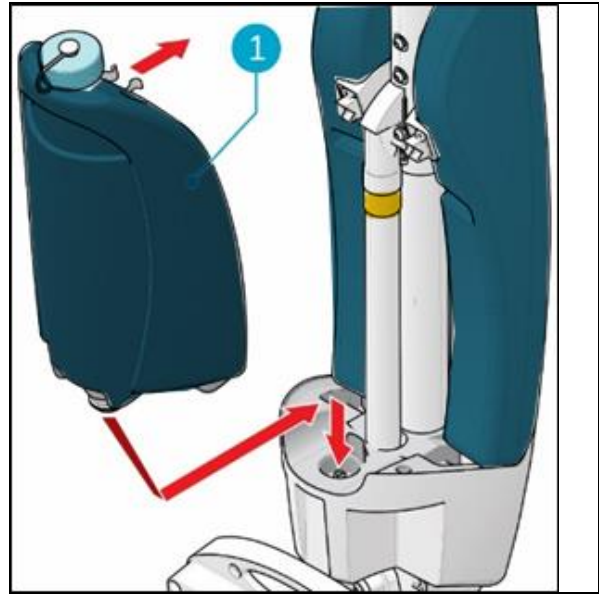

Figure 15
5. Mettez le réservoir sur l'i-mop® XXL avec la valve en premier (Figure 15, pos. 1).